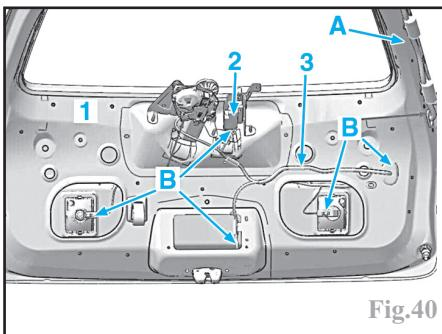

Fig.40
Déposer (sur le volet (1) (Fig.40)) :
-la serrure de vitre (2) (pour déclipser le connecteur).
-la gouttière de faisceau électrique en (A).